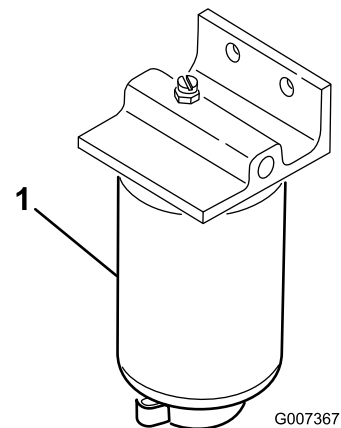

Figura 41
2. Limpe a zona de montagem do recipiente do filtro (Figura 41).
4. Abra o tampão de drenagem e válvula de respiro (Figura 41).